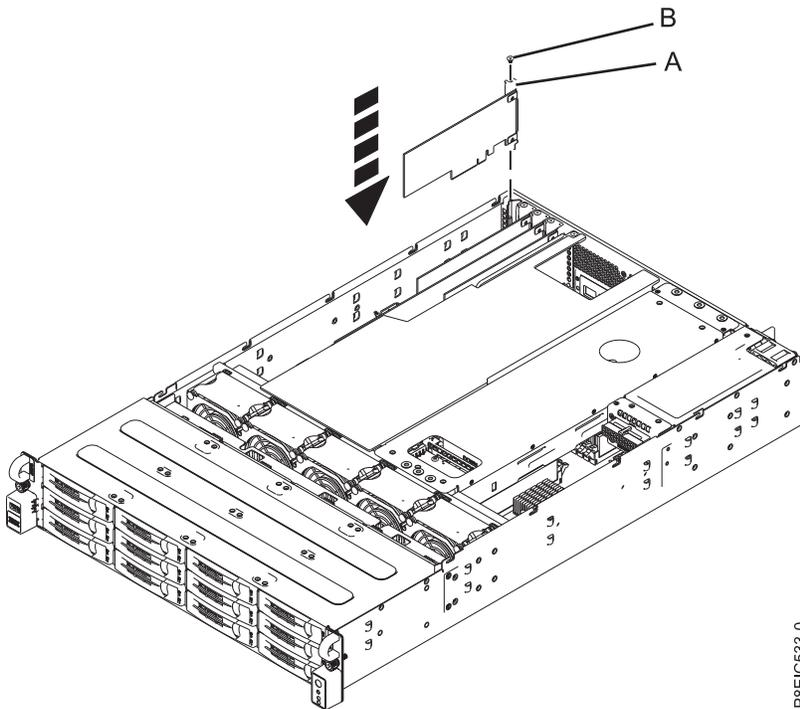

Figura 47. Instalación del adaptador SAS/SATA RAID PCIe3 de altura reducida y 6 Gb (FC EC3Y - PMC 71605E) (A) y colocación del tornillo (B) en el sistema
- b. Inserte el adaptador RAID (A) en la ranura del adaptador de la placa posterior del sistema PCIe, alineando el adaptador correctamente e insertándolo bien en la ranura.
- c. Inserte el tornillo de retención (B) y apriételo para fijar el adaptador RAID en el sistema, tal como se muestra en la Figura 47.